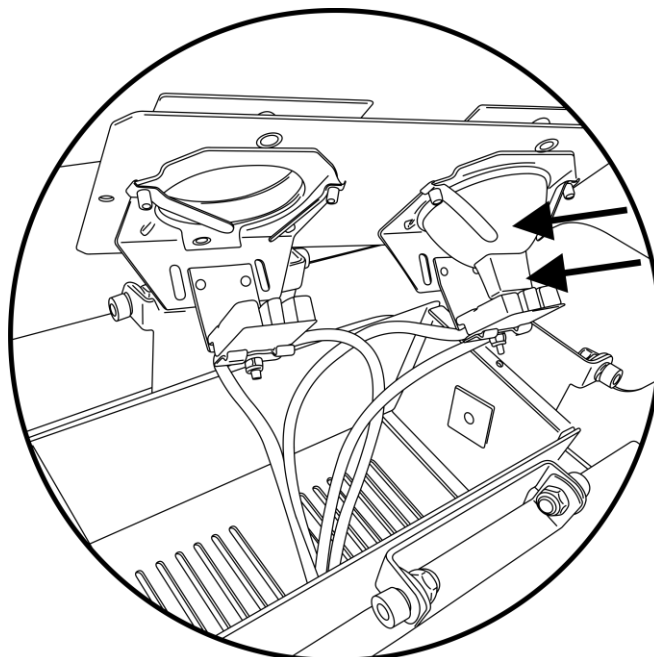

Fig. 05
- 04) Deslice y coloque la bombilla en el interior del alojamiento (Fig. 05).